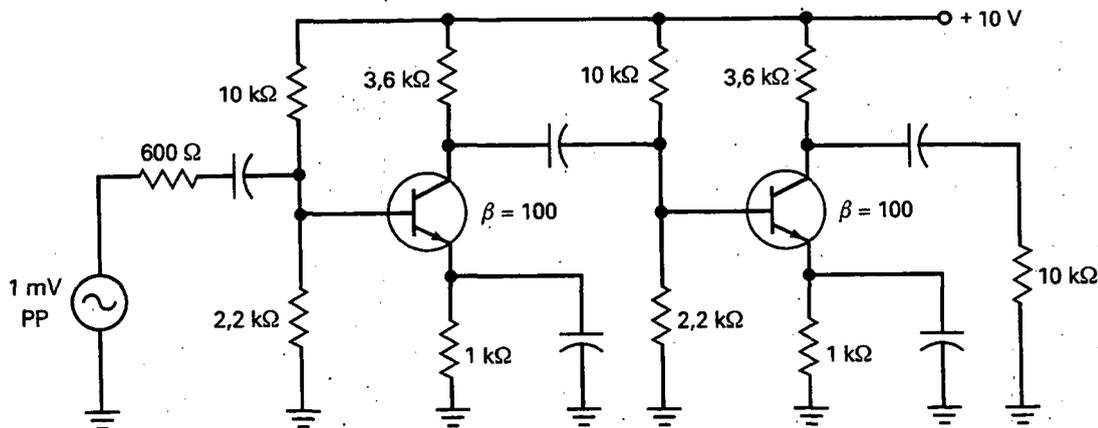

Figura 10-15
- 10-7. En la Figura 10-15, ¿cuánto vale la tensión alterna de la primera base? ¿Y en la segunda? ¿Y la de la resistencia de carga?
- 10-8. Si la tensión de alimentación aumenta a 12 V en el circuito de la Figura 10-15, ¿cuánto vale la tensión alterna de salida?
- 10-9. Si $\beta = 300$ para los transistores en el circuito de la Figura 10-15, ¿cuánto vale la tensión alterna de salida?
10-16. En el circuito de la Figura 10-15, el condensador de desacoplo del emisor está en circuito
- 10-17.** En el circuito de la Figura 10-15 no hay tensión alterna en la carga. La tensión alterna de entrada a la segunda etapa es aproximadamente de 20 mV. Enumere algunos de los fallos posibles.
- 10-20.** Si todas las resistencias se duplican en el circuito de la Figura 10-15, ¿cuánto vale la tensión de salida?
- 10-21.** Si la resistencia de carga de la Figura 10-15 está desconectada, ¿cuánto vale la resistencia Thevenin de la segunda etapa?